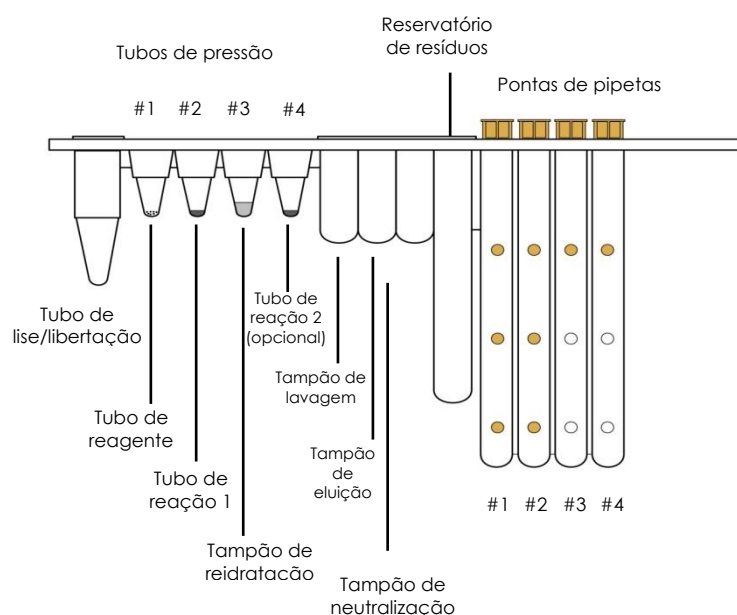

Figura 1 Tiras de reagente individuais BD MAX™ TNA Reagent (TNA) do kit de extração BD MAX™ ExK TNA-2.
- Determinar e separar o número de tubos de reagente de extração necessários (BD MAX™ ExK™ TNA Extraction Tubes (B4) (selo branco)) da sua bolsa protetora. Colocar o(s) tubo(s) de reagente de extração (selo branco) na sua posição correspondente dentro da tira de reagentes TNA (Posição 1, código de cor branca no suporte para tubos. Ver figura 1). Eliminar o excesso de ar e fechar as bolsas protetoras com o fecho hermético.
- Determinar e separar o número adequado de tubos de reação do teste VIASURE Vancomycin resistance (selo azul) e colocá-los na sua posição correspondente da tira (Posição 2, código de cor verde no suporte para tubos. Ver figura 1).
- Nota: Se escolher o formato "Dual Master Mix Concentrated Lyophilized MM with Rehydration Buffer (Type 5)" (Secção 8.3.1), calcular e separar o número adequado de tubos de reação dos testes VIASURE adicionais (com selo de cor diferente) e colocá-los na sua posição correspondente dentro da tira (Posição 4, código de cor azul no suporte para tubos. Ver figura 1). Eliminar o excesso de ar e fechar os envelopes de alumínio com o fecho hermético.
- 4) Remover o número necessário de tubos de tampão de reidratação (selo ferrugem) e colocá-los na sua posição correspondente da tira (Posição 3, código sem cor no suporte para tubos. Ver figura 1). Eliminar o excesso de ar e fechar os envelopes com o fecho hermético.